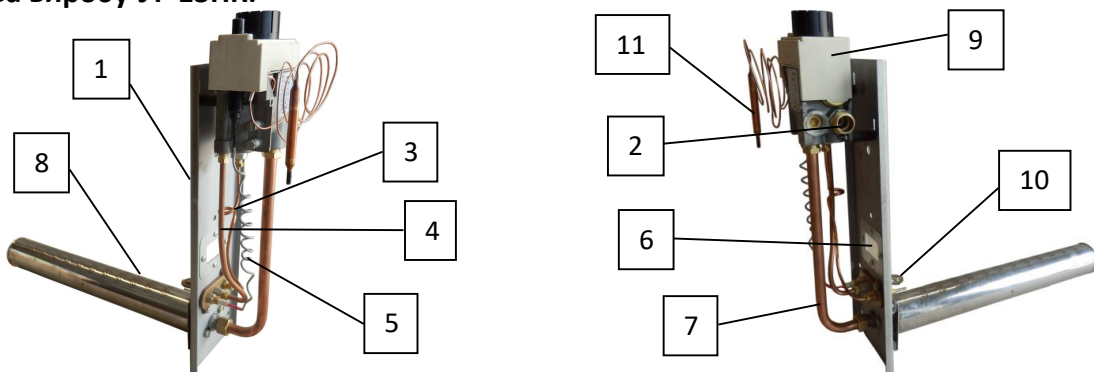

Рис.1 Будова пристрою.
Підключіть до панелі основний палик за допомогою шурупів 3,5x9,5мм. Палик встановлюється щільною поверхнею вгору. Пристрій встановити в отвір топki газового приладу парпетного типу (закрита камера згорання) на передбачене для цього місце і закріпити. Отвори кріплення виконуються за місцем установки. Підключення магістрального газу проводять через штуцер (п.2 рис.1). На газопроводі обов'язково повинні бути передбачені газовий фільтр та кран. Перемістити термобалон (п.11 рис.1) з транспортного положення в робоче (гільза чи отвір для датчика в опалювальному газовому пристрої – котлі).
- відпустіть рукоятку управління і перевірте наявність полум'я на пілотному запальнику (п.10 рис.1).